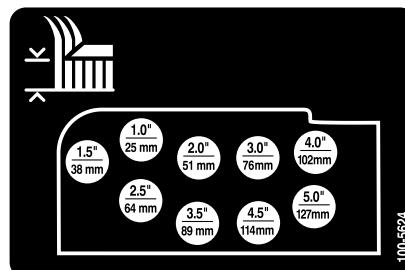

Figura 25
- Monte las cadenas de altura de corte en el taladro de altura de corte deseado con el pasador y el pasador de horquilla (Figura 25).